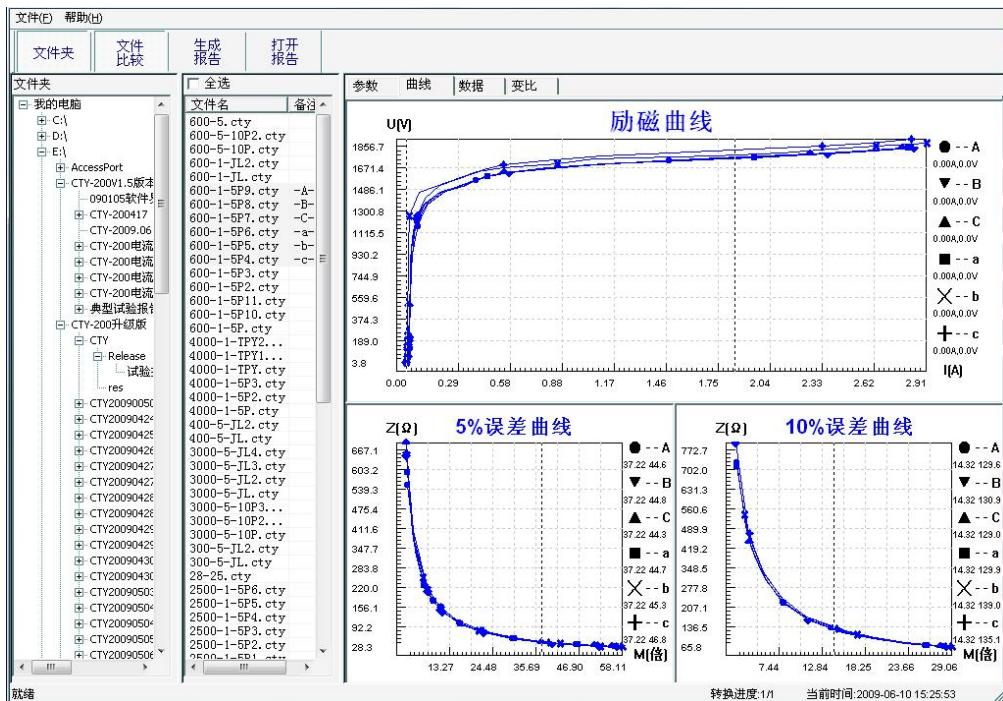

图 3.7 多个文件合并转换时曲线界面
1、选择文件：按下 **文件比较**，用鼠标左键选择多个文件（鼠标右键取消选定），选定的文件会在备注栏中标注 A、B、C、a、b、c 字母，并在 **曲线页** 中显示多条曲线进行比较，如图 3.7。